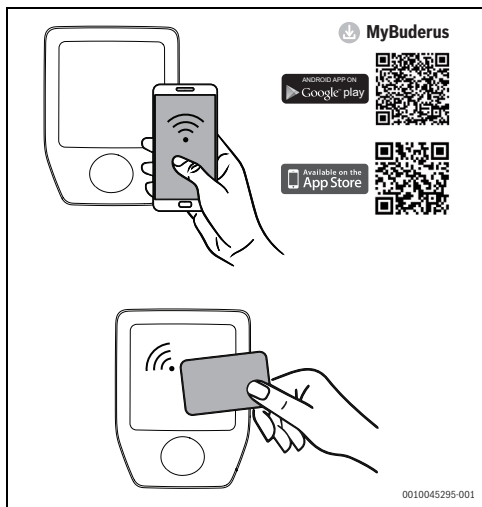

Fig. 192 Autentificare prin intermediul cardului RFID
- Deblocați Logavolt prin intermediul cardului RFID, al aplicației sau al aparatului de blocare extern. Acest pas este opțional (→ Fig. 192 și 191, pagina 183).